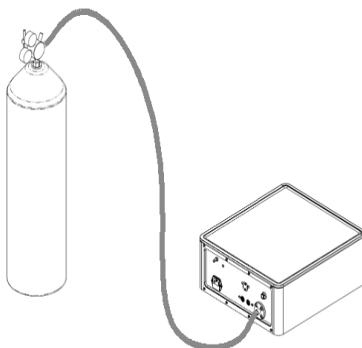

Рис. 4-3 Подсоединение инсуффлятора к стальному баллону через редуцирующий клапан
4. Убедитесь, что инсуффлятор и баллон с CO_2 правильно подсоединены, и медленно откройте клапан газового баллона. См. Рис. 4-3.